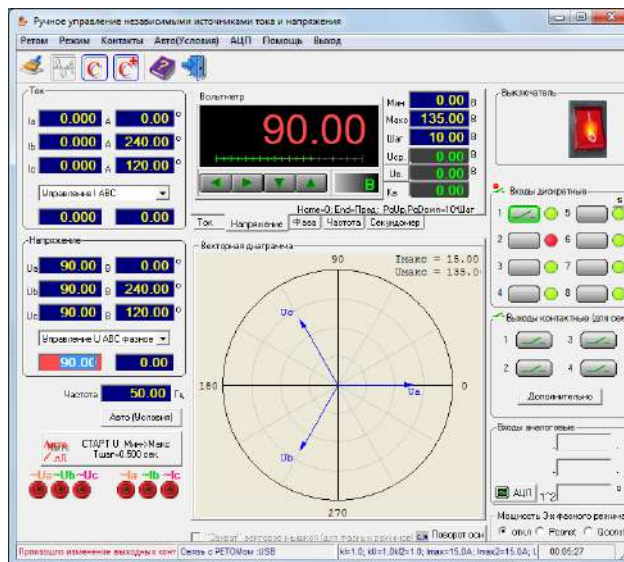
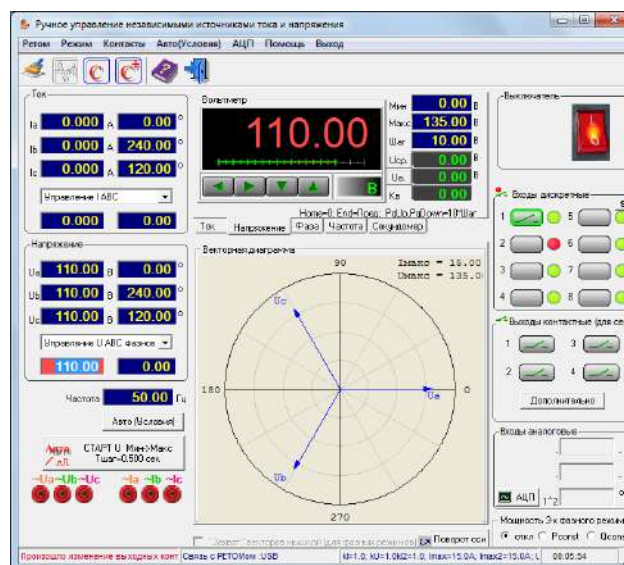

Рисунок 3.12 – Срабатывание защиты минимального напряжения в окне ручного управления
Рисунок 3.13 – Срабатывание защиты повышенного напряжения в окне ручного управления
- При срабатывании реле производится щелчок РП–11 (отключается автоматический выключатель), на дисплее отображается сообщение «Защ. Минимал. Напряж.» (рис. 3.12) или «Защ. Повыш. Напряж.» (рис. 3.13) и загораются соответствующие светодиоды, в окне проверки «Ручное управление» в поле дискретных сигналов цвет цифрового светодиода меняется с зеленого на красный.